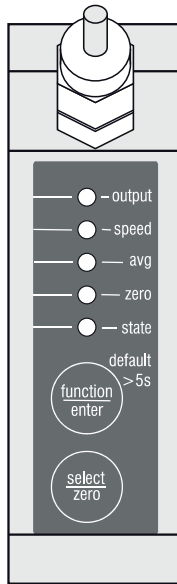

Abb. 21 Draufsicht
- Beobachten Sie die Statusanzeige am Sensor, siehe Abb. 21.
- Die LED "State" leuchtet gelb, siehe Abb. 21.
Die LED's am Sensor, siehe Abb. 21, haben im Messmodus und Einstellmodus verschiedene Anzeigefunktionen.